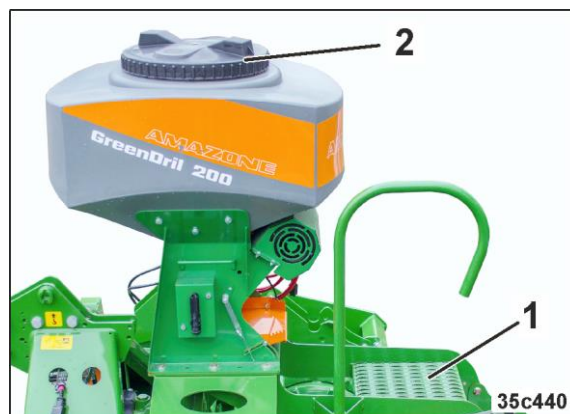

Fig. 140
3. For påfylling og innstilling av GreenDrill bruker du det foreliggende lastetrinnet (Fig. 140/1).
4. Lokket til sågodsbeholderen er et skrulokk (Fig. 140/2).